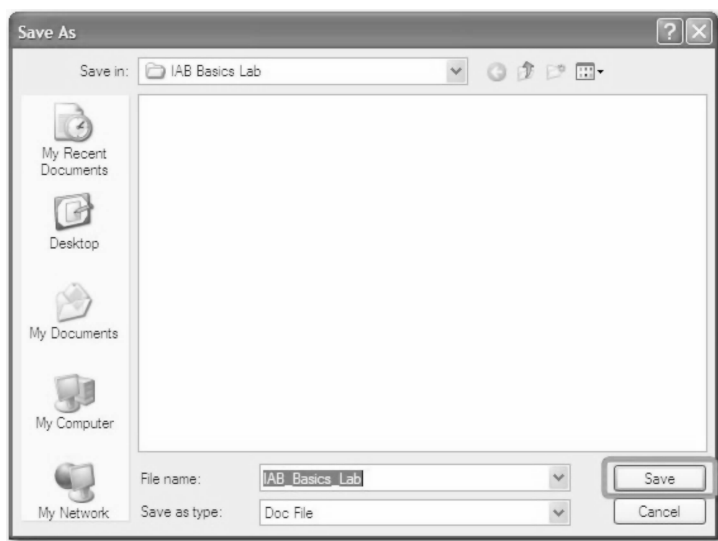

图 26-219 保存按钮
6. IAB 将询问: 要将报表保存在哪个位置。默认情况下, IAB 会选择包含 IAB 文件的项目文件夹。此时, 可以指定任意目录。单击“保存”(Save) 以使用项目文件夹, 如图 26-219 所示。